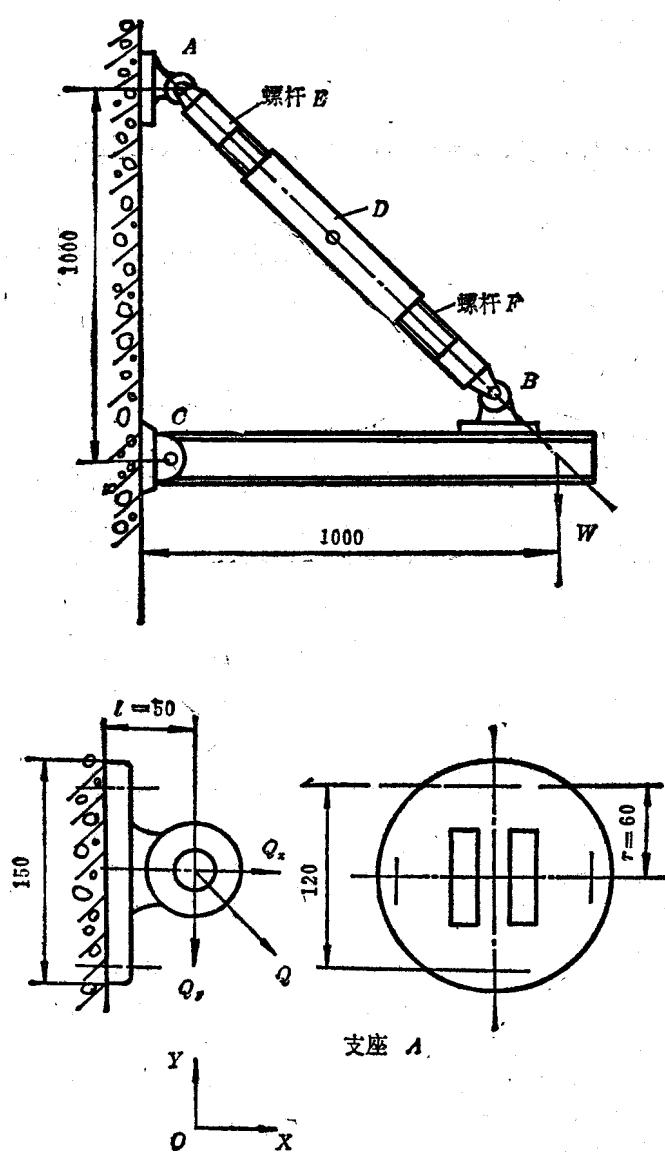

图 Z 3-2 吊架
(1) 选螺母，按 GB 52-76, M 12, 高度 $H = 10 \text{ mm}$
(2) 选弹簧垫圈按 GB 93-76, 垫圈 12, 厚度 $S = 3.5$
(3) 选螺栓, 考虑螺母 $H=10$, 垫圈 $S=3.5$ 联接尺寸 $L_F=24$, 按 GB 30-76, 选用六角头螺栓 M 12 × 40。
*例 Z 3-2 吊架由工字钢和张紧螺杆 E、F 组成, ABC 为三个铰接支点, 利用花兰螺母 D 调整工字钢的水平位置, 调整后加载 $W=6000 \text{ N}$ 。支座 A 用 4 个螺栓固定在混凝土墙上。(图 Z 3-2)